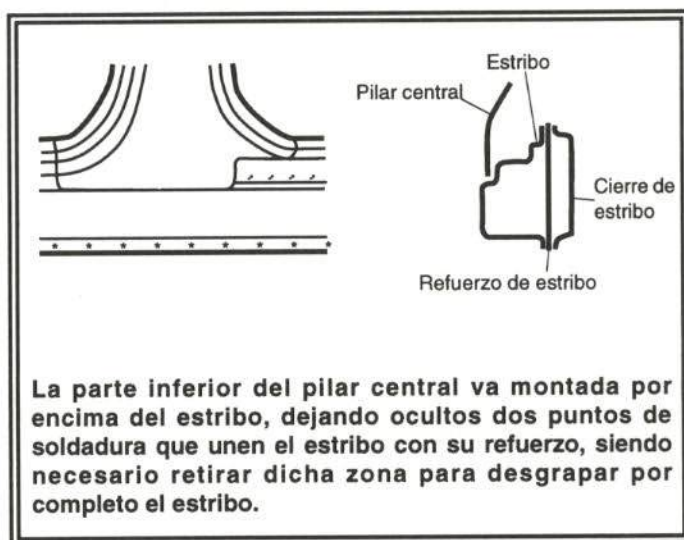

Figura 34.- Esquema de unión del pilar central - estribo
- ☞ • Corte y desgrapado del pie del pilar central, fijado por siete puntos de soldadura (figura 34).